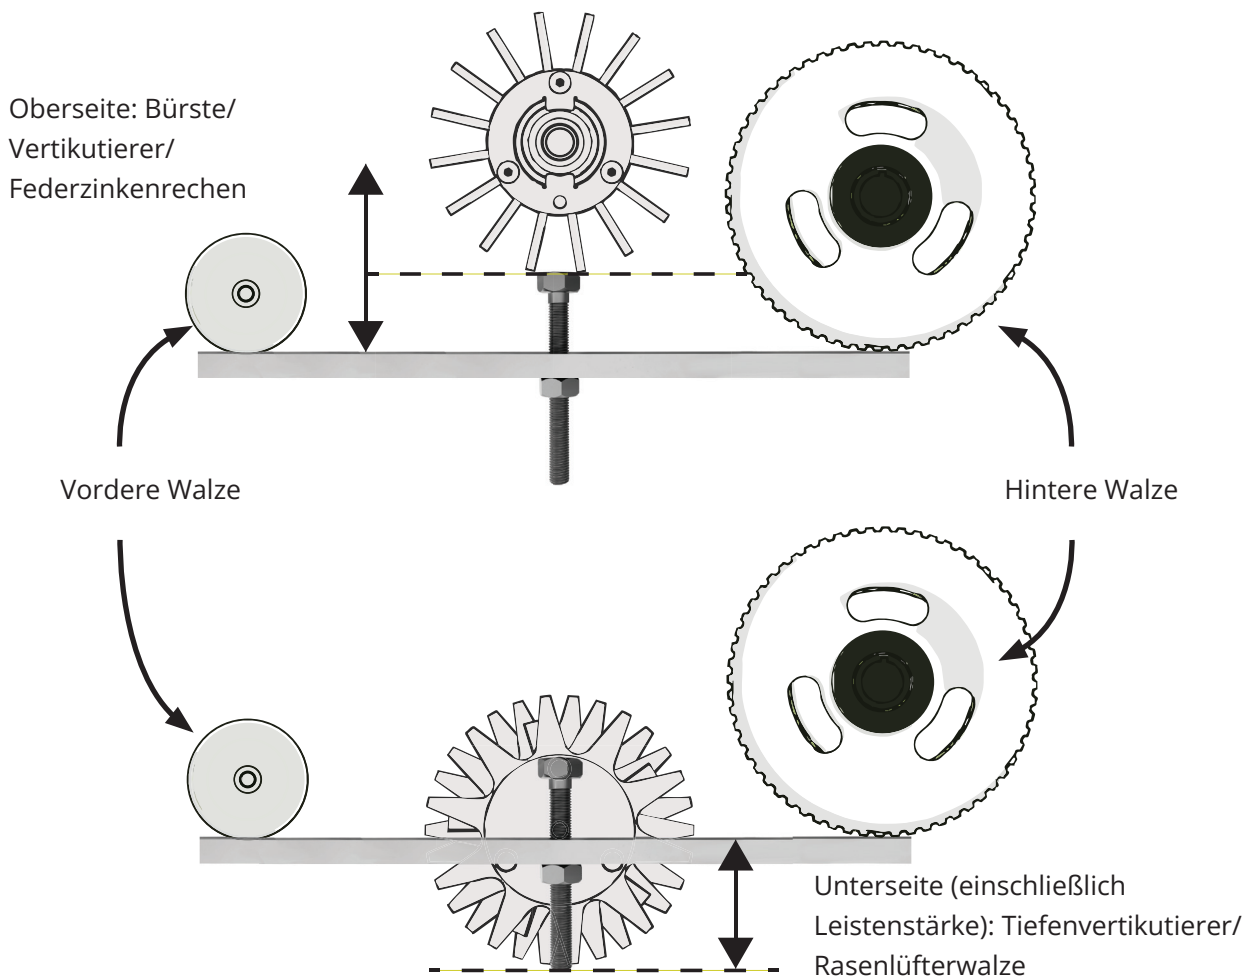

Abb. 13 – Einstellung des Leistenmesswerts für ober-/unterirdische Kassetten.
auf die Messlatte so einstellen, dass der Abstand oberhalb bzw. unterhalb der Einstelleiste (zum Kopf bzw. Ende) dem gewünschten Wert entspricht (Abb. 13). Hinweis:
7. Das Zahnrad drehen, um die vordere Walze anzuheben oder abzusenken. Dabei die Einstellleiste wieder zwischen der vorderen und hinteren Walze positionieren. Die Justierung sollte beendet werden, sobald entweder die Spitzen der Bürstenhaare/Vertikutierer auf gleicher Höhe mit dem Schraubenkopf sind oder die Spitzen des Tiefenvertikutierers / der Rasenlüfterwalze auf gleicher Höhe mit dem Schraubenende sind. (Abb.13). Die obere Klemmmutter leicht anziehen.